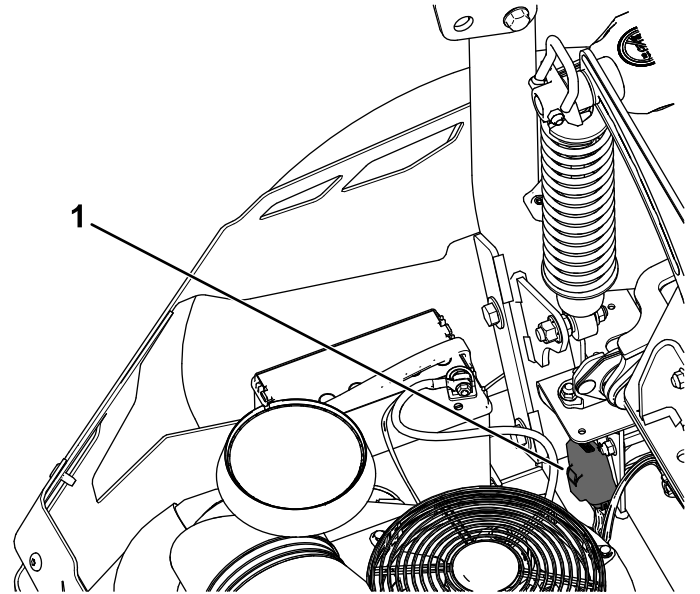

Figura 59
Los fusibles están situados en la parte trasera, cerca del motor (Figura 59).
2. Instale un fusible nuevo (Figura 59).